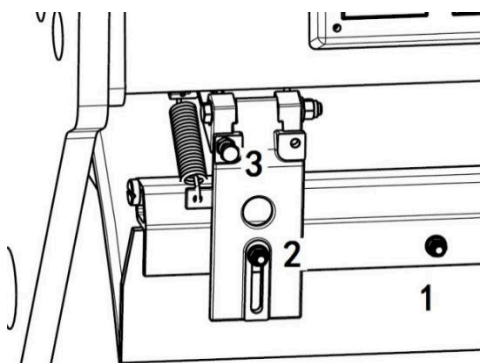

Рис. 3-7 Пластина скребка
6. Проверка зазора между скребком и прижимным колесом (Рис. 3-7)